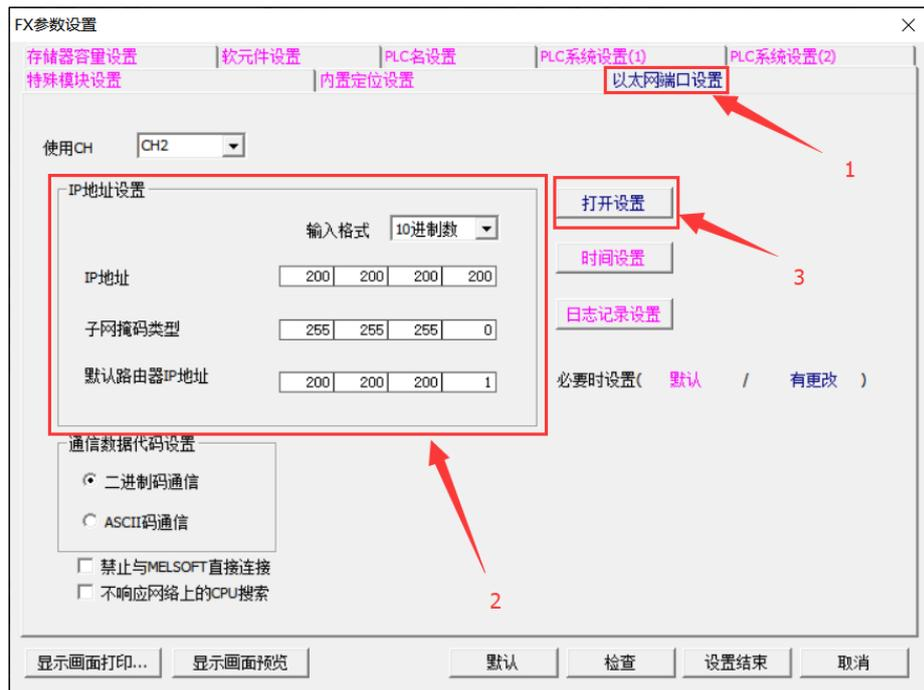

图 15.5-11 设置 IP 地址
② 点击【以太网端口设置】功能页，选择使用 CH 为【CH2】，按照图 15.5-11 所示设置 IP 地址，然后点